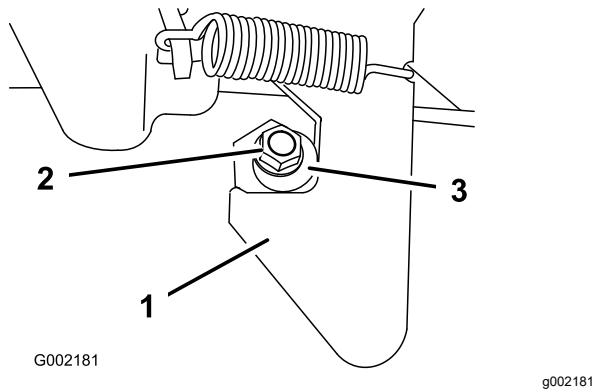

Bild 71
1. Lösen Sie die Sicherungsmutter am Ende der Riegelstrebe (Bild 71).
2. Drehen Sie die Riegelstrebe nach rechts, bis sie bündig mit dem Haketeil des Riegels ist (Bild 71).